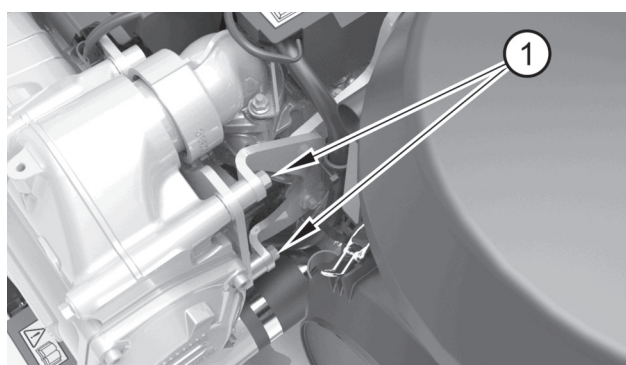

Figura 19
5. Rimuovere i bulloni che bloccano il gruppo sul retro (figura 19 voce 1).